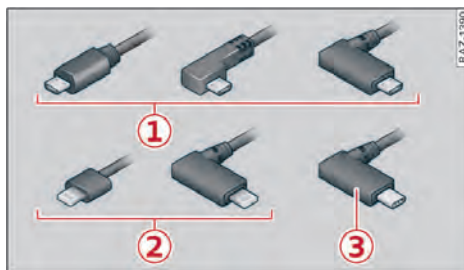

图 160 奥迪原装附件：USB 适配器
- 如果移动设备已配有一根电缆或必须通过一个 USB 适配器 ⇒ 159 页，图 160 进行连接，那么不得再使用附加适配器或其它 USB 延长线将其与奥迪音乐插接装置连接。它们会影响性能。